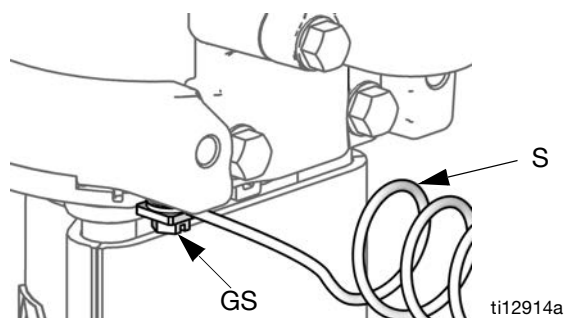

FIG. 3. Conecte a tierra la bomba.
Bomba: Consulte la FIG. 3. Verifique que el tornillo de conexión a tierra (GS) esté fijado y apretado con seguridad en el motor neumático. Conecte el otro extremo del cable de conexión a tierra (S) a una tierra verdadera.